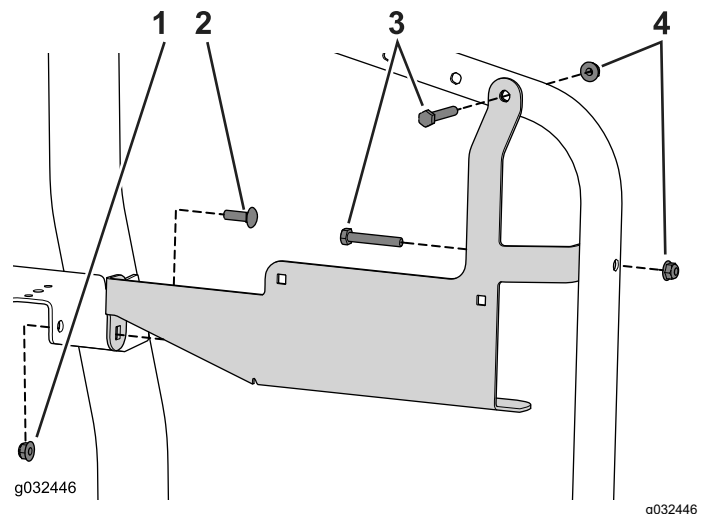

Bild 30
- Befestigen Sie die Halterung mit den drei Schlosssschrauben (5/16" x 1") und drei Bundmutter am Rahmen (Bild 30).